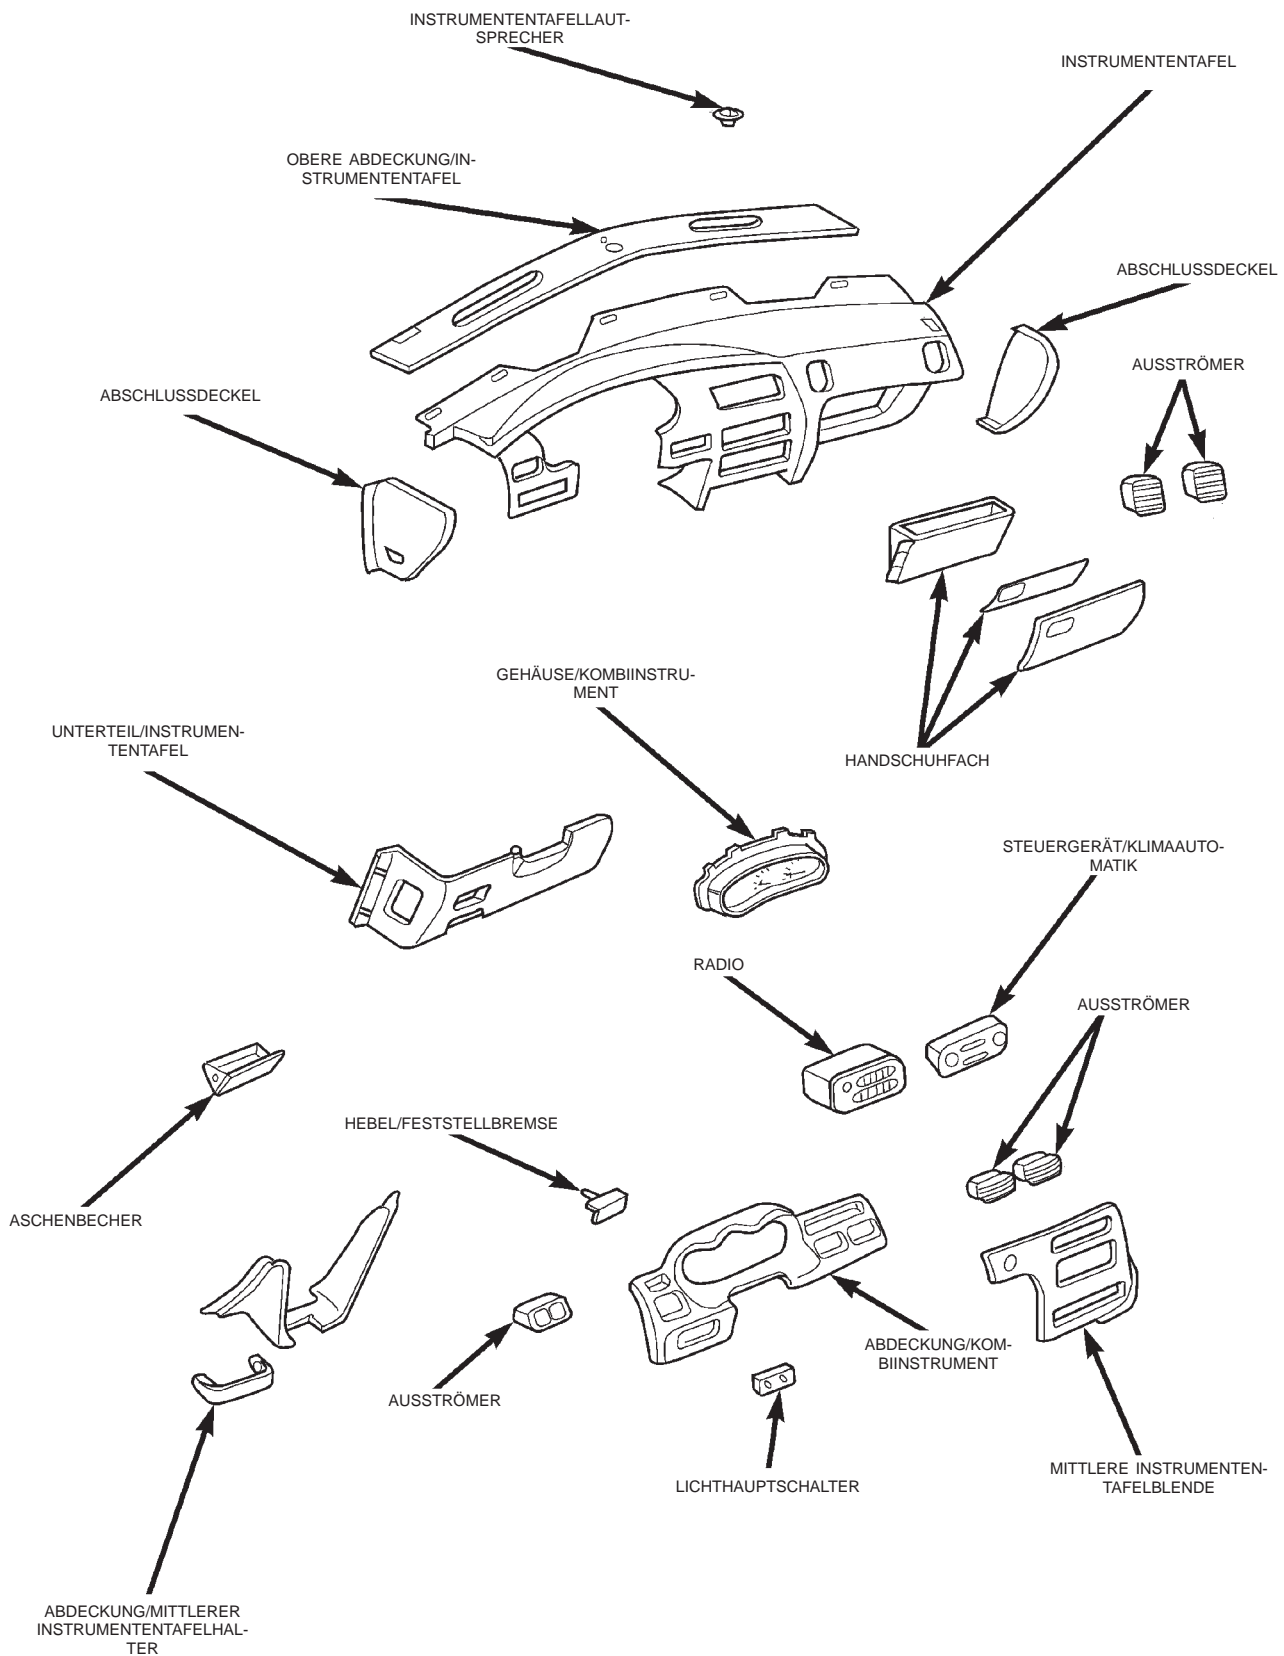
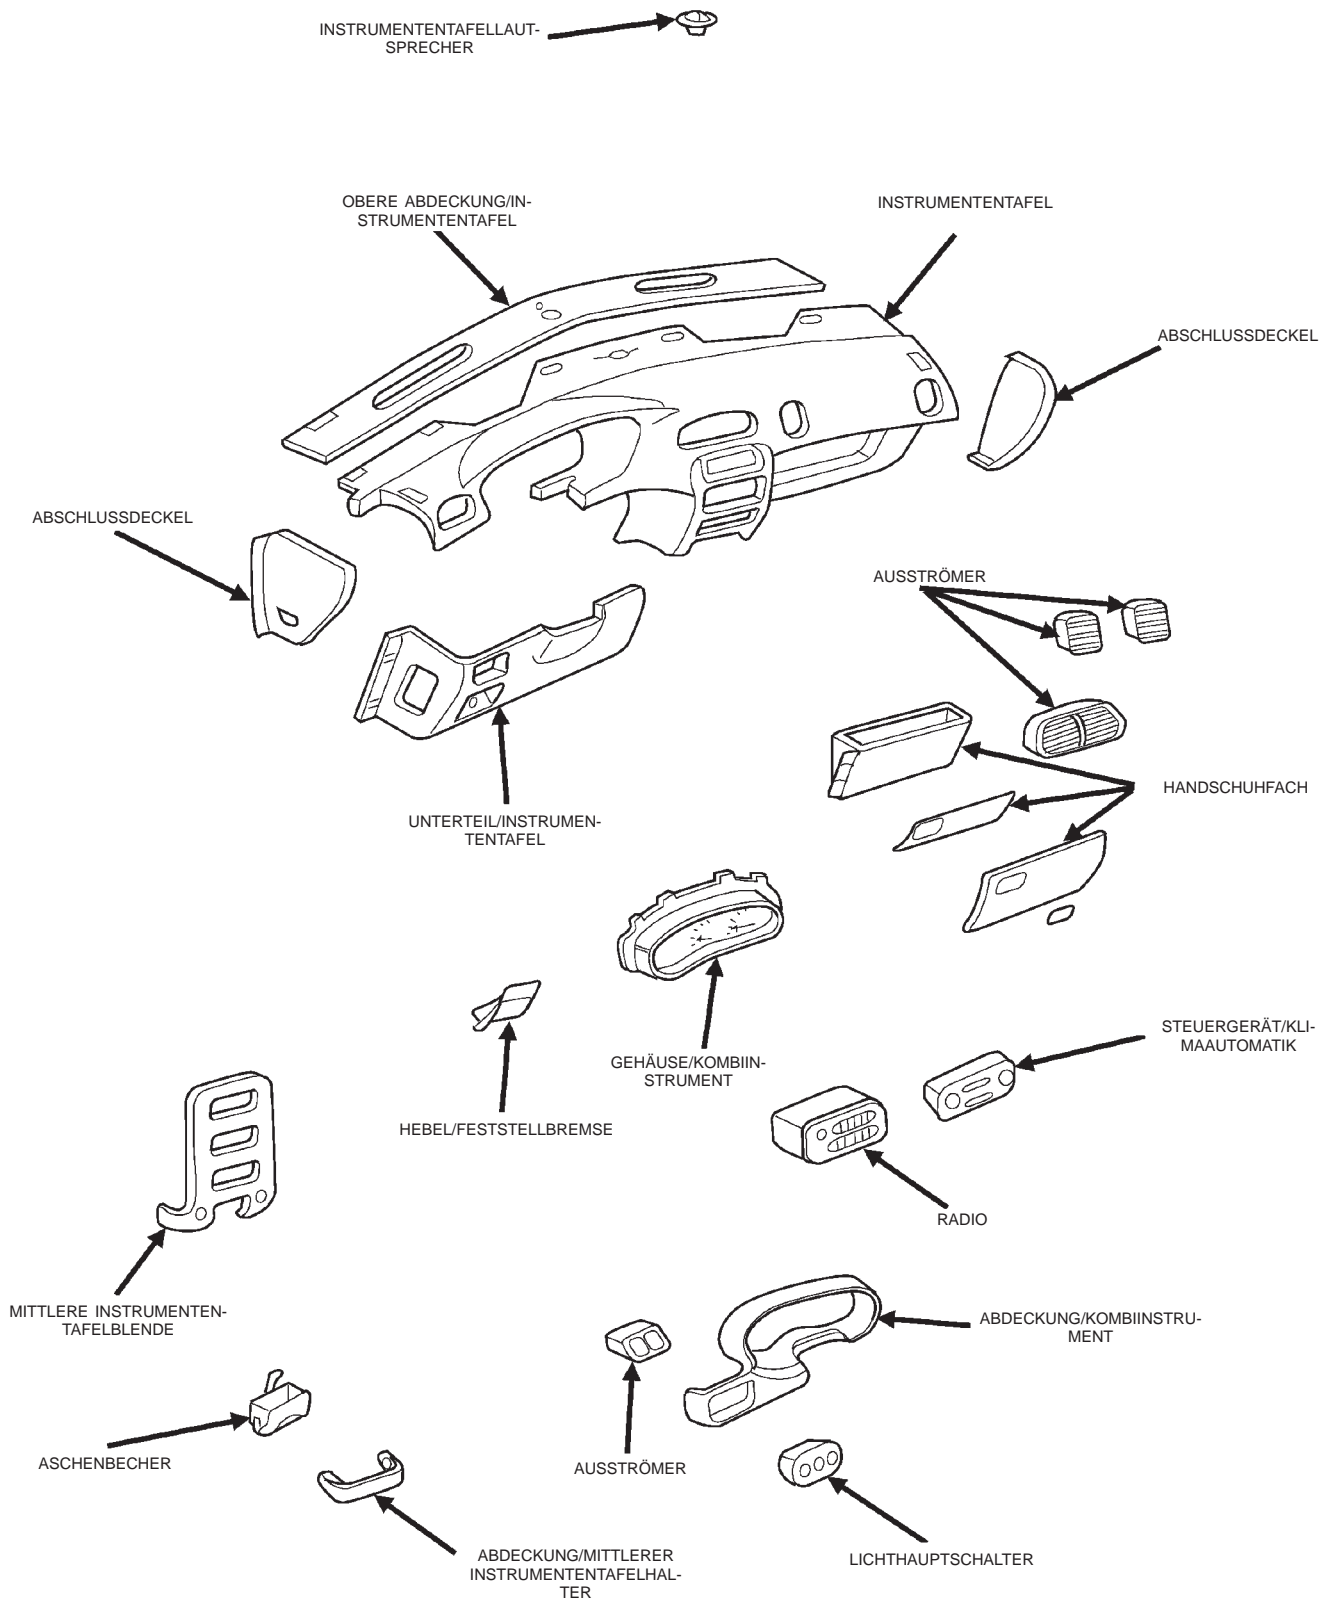

Abb. 6 Bauteile der Instrumententafel—Intrepid
Abb. 7 Bauteile der Instrumententafel—Concorde
(2) Die obere Abdeckung der Instrumententafel abbauen (Abb. 6) und (Abb. 7).
(3) Die beiden Befestigungsschrauben des Solar-sensors lösen.